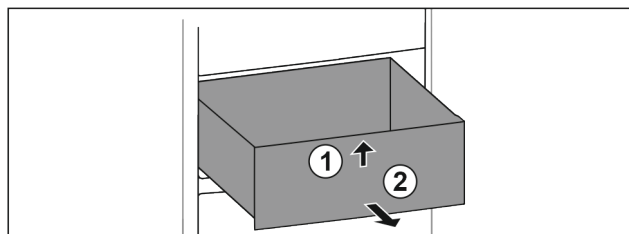

Fig. 38
- Schubfach vorne anheben. Fig. 38 (1)
- Schubfach nach vorne entnehmen. Fig. 38 (2)